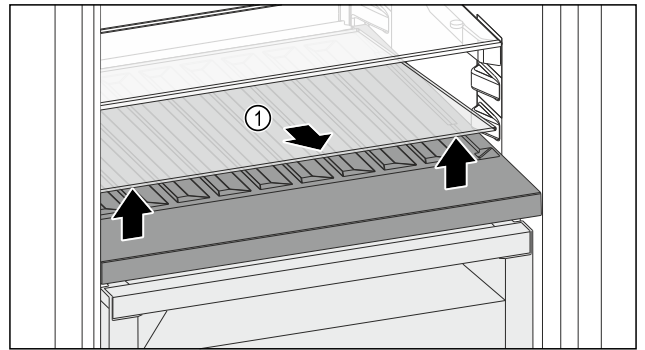

Fig. 134
- ▶ 抬起前部槽上的玻璃隔板 Fig. 134 (1) 并取出。
- ▶ 将玻璃隔板 Fig. 134 (1) 稳妥地放在冰箱外。